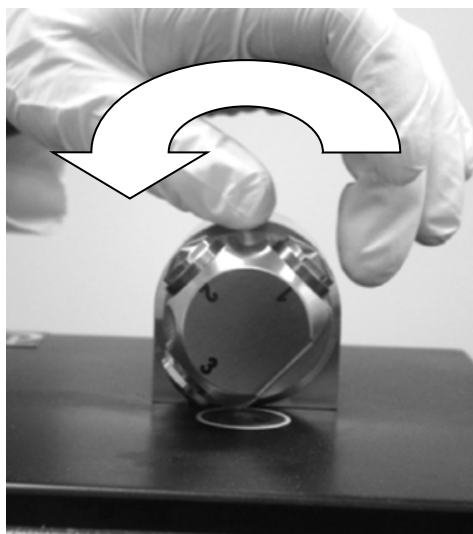

図 11：アクセサリ光学ウィンドウが下を向くように DialPath を回転
サンプル分析モードでは、DialPath は、アクセサリ光学ウィンドウが下の 5500 DialPath FTIR サンプル・マウント領域を向くように回転します。この位置では、赤外 (IR) エネルギーがサンプルを通過し、測定が可能になります。DialPath アームが戻り止めに達し、定位置にはまるまで、DialPath アームを完全に回してください。この戻り止めによってサンプル測定中にアクセサリが固定されます（図 11 を参照）。
- 4 アームを定位置に納まるまで時計回りに回して、デバイスを閉じます（図 11 を参照）。